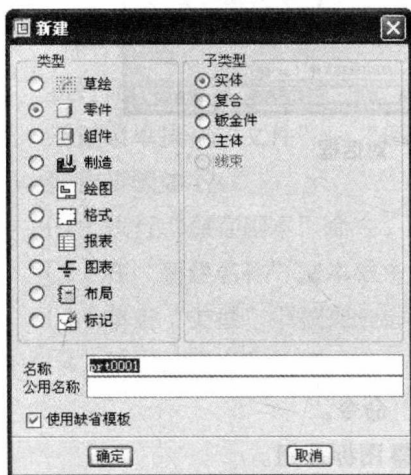
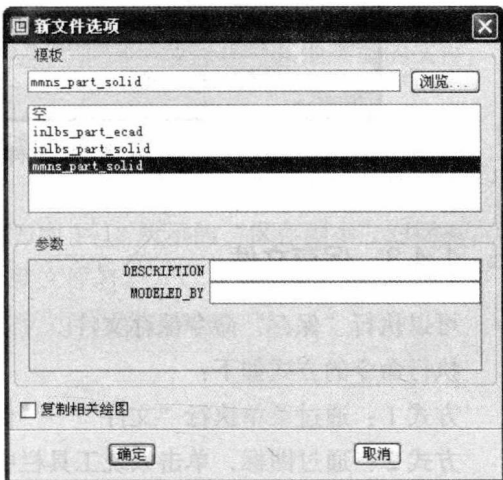

图 1-14 “新建”对话框
图 1-15 “新建文件选项”对话框
(1) 调用“新建”命令，弹出如图 1-14 所示的“新建”对话框。
(2) 在“类型”选项组中，选择相关的功能模块单选按钮，默认为“零件”模块，子类型模块为“实体”。
(3) 在“名称”文本框中输入文件名。
(4) 取消选中“使用缺省模板”复选框。单击“确定”按钮，弹出如图 1-15 所示的“新文件选项”对话框。
(5) 在下拉列表中选择 mmns_part_solid，单击“确定”按钮。